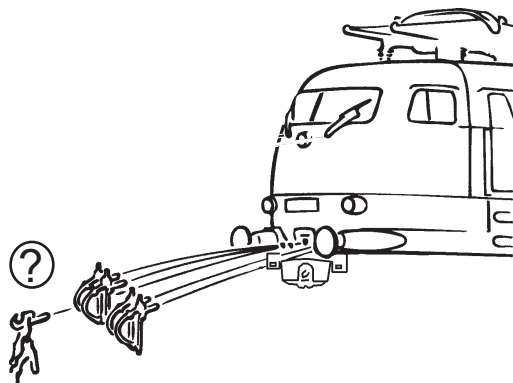

Fig. 3
Mehrzugbetrieb: Zuerst Lokgehäuse abnehmen (Fig. 3). Danach den Brückenstecker aus der Schnittstelle entfernen (diesen sorgsam aufbewahren). Danach den Stecker des Steuerbausteins lagerichtig einsetzen (siehe Fig. 5).
2. Schmierung: Versehen Sie die im Schmierplan in Fig. 8 gekennzeichneten Stellen mit nur **kleinen Öltropfen**. Dazu zuerst das Lokgehäuse abnehmen (Fig. 3). Wir empfehlen den ROCO **Öler Art.-Nr. 10906**. Fürs Schmieren der Getriebeteile (Zahnräder, Schnecke) empfehlen wir das **ROCO-Spezialfett Art.-Nr. 10905**. Im Falle der Schmierung diese Teile **nicht ölen**.
4. Kohlebürstenwechsel: Lokgehäuse abnehmen (Fig. 3). Danach wird der Motor ausgebaut und die Kohlebürsten ausgewechselt (Fig. 10).
2. Lubrication: Apply **tiny oil drops** to spots marked in fig. 8. Prior to lubrication dismantle locomotive (fig. 3). We recommend using item no. **10906, ROCO oiler**. For lubrication the gearparts (e.g. cogwheels, worm) we would recommend our ROCO **special grease** (item no. **10905**).
4. Carbon Brush Changing: First remove loco body (fig. 3), and then the motor (fig. 10).
2. Graissage: N'appliquez **qu'une toute petite goutte** aux endroits indiqués par le plan de graissage (fig. 8) après avoir démonté la caisse de la locomotive (fig. 3). Nous vous recommandons **le graisseur à huile ROCO réf. 10906**. Pour graisser les engrenages (roues dentées, vis sans fin) nous vous conseillons la **graisse spéciale ROCO réf. 10905** pour engrenages en matières synthétiques. Lorsque vous utilisez cette graisse il faut éviter d'huiler ces composants.
4. Remplacement des balais du moteur: Démontez la caisse (voir fig. 3). Démontez ensuite le moteur et échangez le balais (fig. 10).
1. siehe } Fig.3
voir } Fig.3